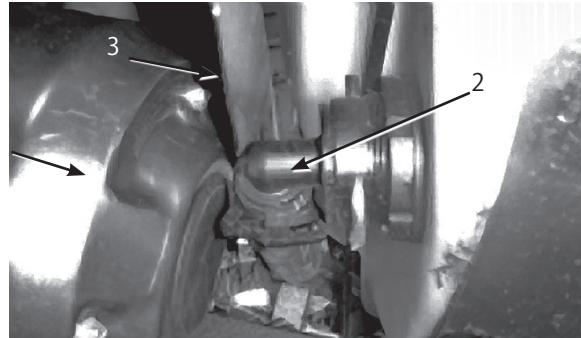

図54
3. タンクの前壁の下にあるホース(図54)を外す。
注: 防熱シールド(図54)を押しのけないとカバーが取り外せない場合があります。
8. タンク前面下のホース(図54)を接続する。